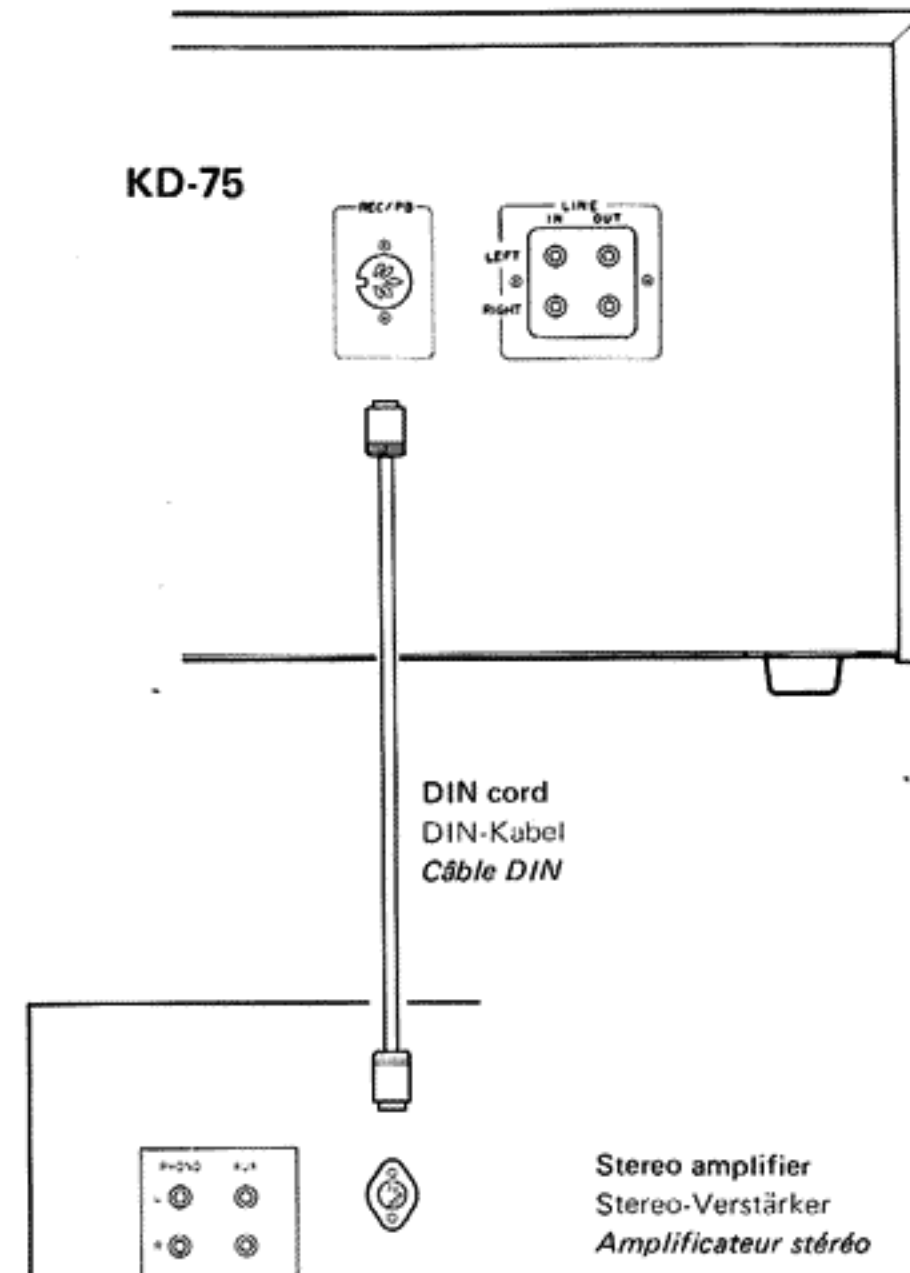

Fig. 6
2. Connecting to a stereo set with a DIN cord (Fig. 6)
2. Anschluß an eine Stereo-Anlage mit einem DIN-Kabel (Fig. 6)
2. Raccordement à un ensemble stéréo avec câble DIN (Fig. 6)